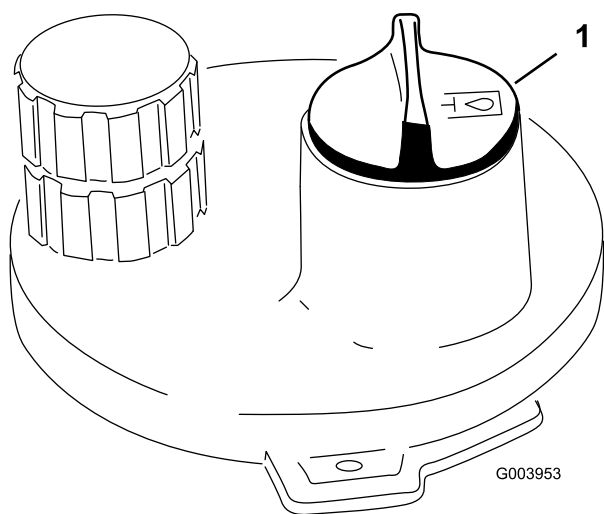

図 36
3. 油圧オイル・タンクの注油口周辺をきれいに拭き、キャップ (図 36) を外す。給油口からキャップを取る。